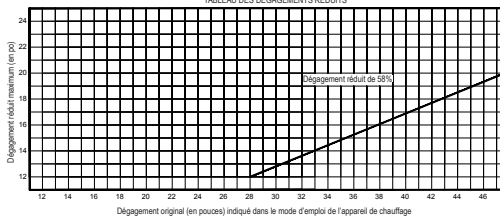

FIG. 2
8. Lorsqu'on utilise un écran thermique / écran de plancher / écran mural / protection anti-braises Type 2 HY-C pour protéger un mur, on peut utiliser la trousse d'installation HY-C (pièce ULCK vendue séparément) en positionnant chaque écran contre le mur combustible devant être protégé. Maintenez chaque écran, l'un après l'autre, à plat contre le mur dans la position voulue, et percez des trous de 1/4 po au travers de l'écran et jusque dans le mur. Voir la disposition des trous à la Fig. 2.